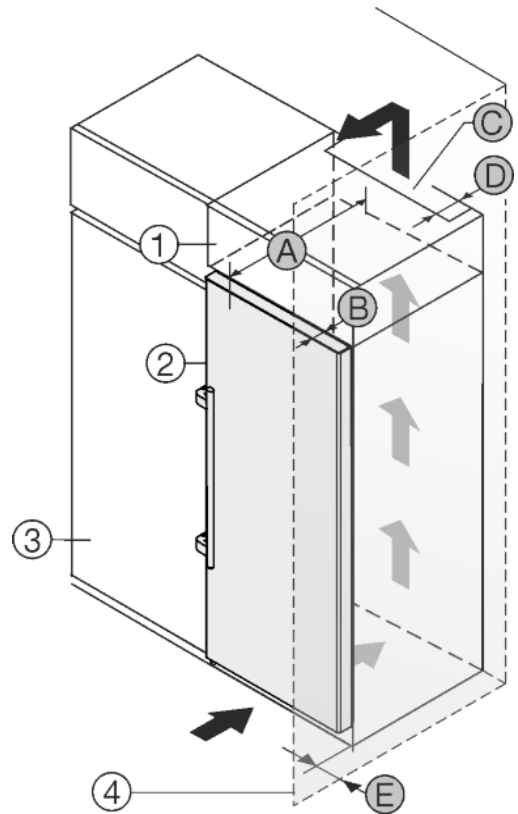

Fig. 8
Устройство может быть окружено кухонными шкафами. Чтобы уравнивать устройство Fig. 8 (2) по высоте с кухонной стенкой, можно установить над устройством дополнительный шкафчик Fig. 8 (1).
Установить устройство можно непосредственно рядом с кухонным шкафом Fig. 8 (3). Чтобы можно было полностью открыть двери, устройство должно выступать на глубину Fig. 8 (B) относительно передней стенки кухонного шкафа. В зависимости от глубины кухонных шкафов и использования пристенных распорок устройство может выступать и больше.
- На задней стенке дополнительного шкафчика должен быть вентиляционный канал с глубиной Fig. 8 (D) по всей ширине этого шкафа.
- Нужно соблюдать вентиляционное отверстие Fig. 8 (C) под нижней панелью.
Если устройство установлено на шарнирах у стены *Fig. 8 (4)*, то нужно соблюдать расстояние *Fig. 8 (E)* между устройством и стеной. Настолько выступает ручка при открытой двери.